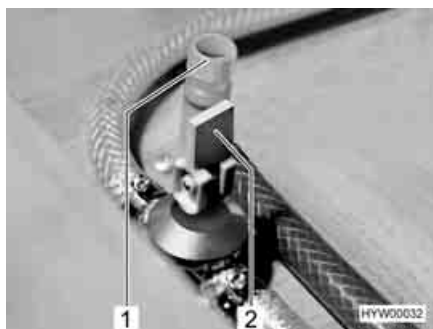

Fig. 184 Rubinetti di scarico
- Chiudere i rubinetti di scarico. Ruotare i coperchi (Fig. 184,1) in senso orario e posizionare la leva a bilanciere (Fig. 184,2) in posizione orizzontale.
- Aprire il rubinetto di scarico (Fig. 184). A questo scopo posizionare verticalmente la leva a bilanciere (Fig. 184,2).